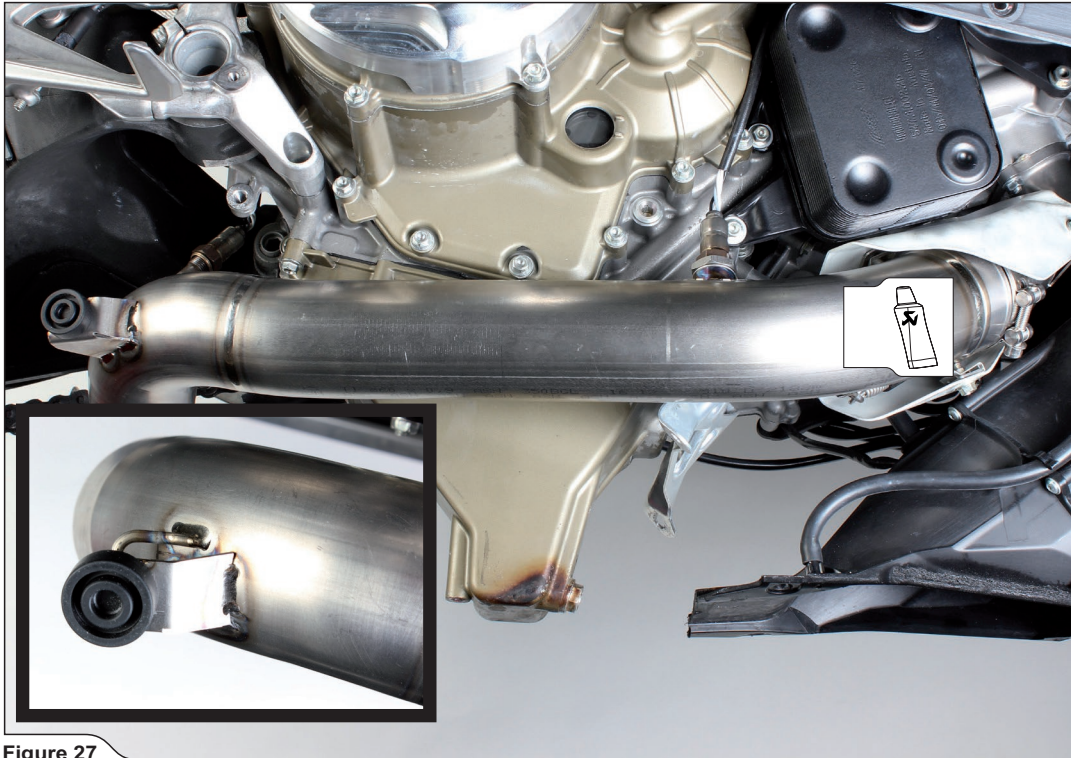

Figure 27
3. Transférer l'entretoise en caoutchouc d'origine sur le tuyau de raccordement Akrapovič, faire coulisser le tuyau de raccordement avant sur le collecteur, accrocher le ressort et serrer la sonde lambda (Figures 27, 28).